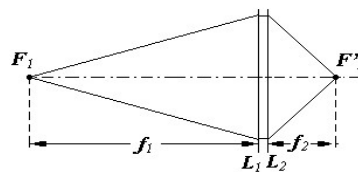

Abb. 2: Skizze für ein System aus zwei Linsen
Aus der Gegenstandsweite  $g$  und der Bildweite  $b$  kann man mittels Gleichung (1) die Brennweite  $f$  berechnen. Setzt man zwei Linsen wie in Abb. 2 zusammen, so wird der Brennpunkt  $F_1$  der Linse  $L_1$  auf den Brennpunkt  $F'_2$  der Linse  $L_2$  abgebildet. Derartige Linsensysteme zeigen alle Eigenschaften einer einfachen, einzelnen Linse.